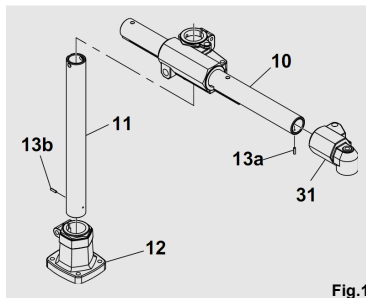
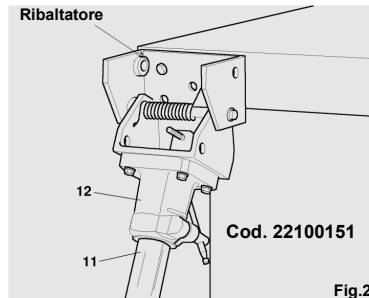

Fig.1
Fig.2
Nel caso in cui il supporto venisse montato su un eventuale **“Ribaltatore”** (vedi fig.2), il sistema di sicurezza **Elastic Pin System**, tramite la spina (13b) (vedi Fig.1) permette al tubo verticale (11) di non sfilarsi dalla base (12), anche se la maniglia non è stata bloccata.
Tale sistema di sicurezza vale anche per il tubo orizzontale (10) (vedi Fig.1), in quanto la spina (13a) permette alla pipa (31) di non sfilarsi dal tubo stesso.